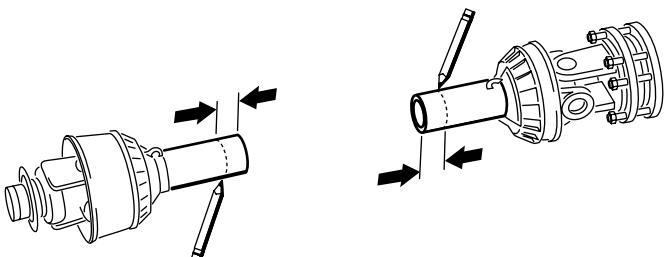
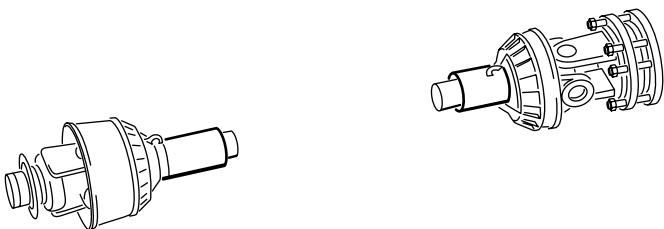

Figura 20
Figura 21
14. Utilize as dimensões determinadas no passo 11, localize, marque e corte apenas as proteções para expor os tubos (Figura 20 e Figura 21).